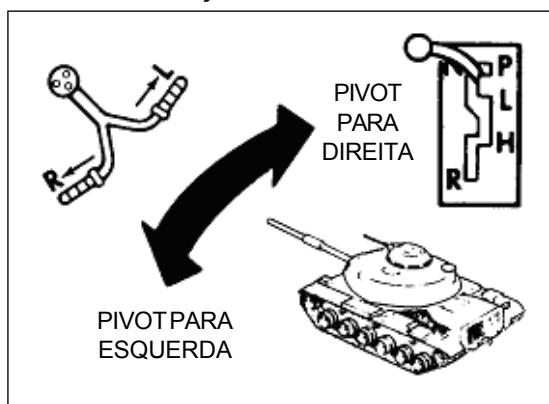

Fig 11-11. Pivoteamento
e. Para pivotar o veículo (Fig 11-11), colocar a alavanca seletora em N (neutro) e levar o punho direito do volante para a direita, no caso de pivotar para a esquerda, ou para a esquerda, no caso de pivotar para a direita.